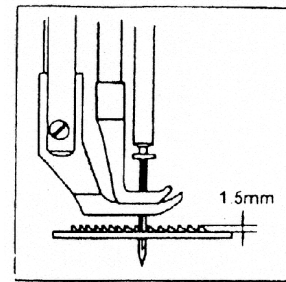

Fig.9
13. HAUTEUR DE LA GRIFFE (Fig. 9)